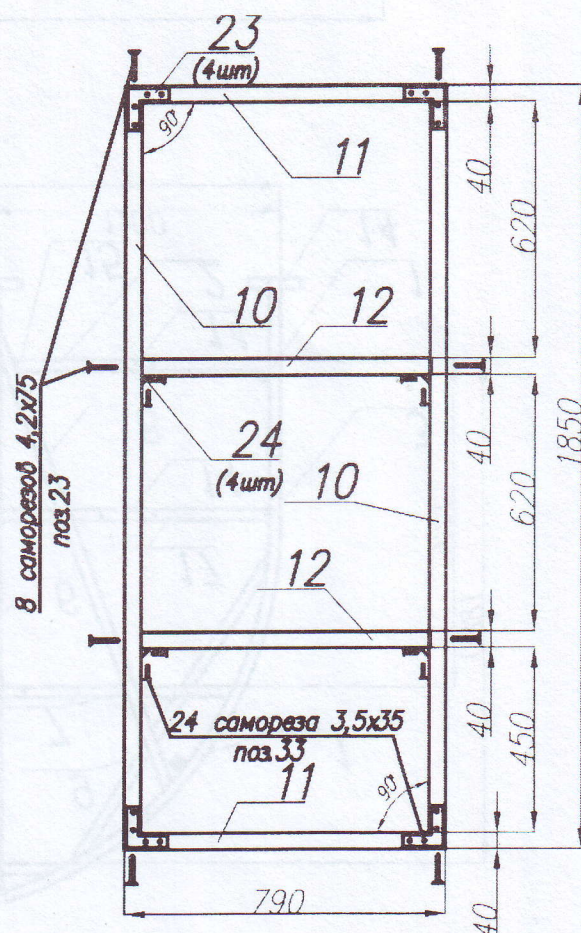

Рис.5
3.7. Соберите каркасы дверей, используя стальные уголки 23 и саморезы длиной 35 и 75 мм. При сборке руководствуйтесь рис.5.